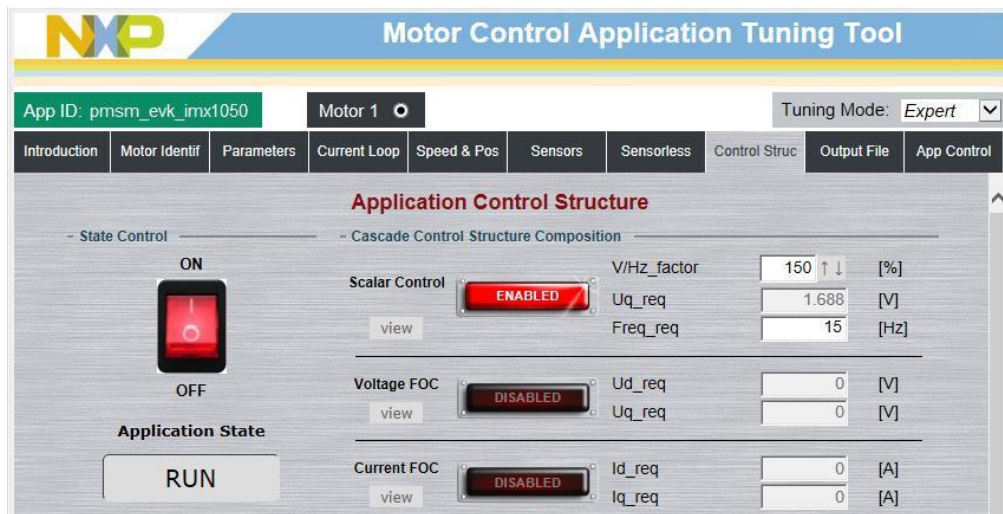

图22. MCAT标量控制
- 在“Freq_req”字段中设置所需的频率值，例如“Scalar Control（标量控制）”部分中为15 Hz。电动机开始运行（请参见图22）。